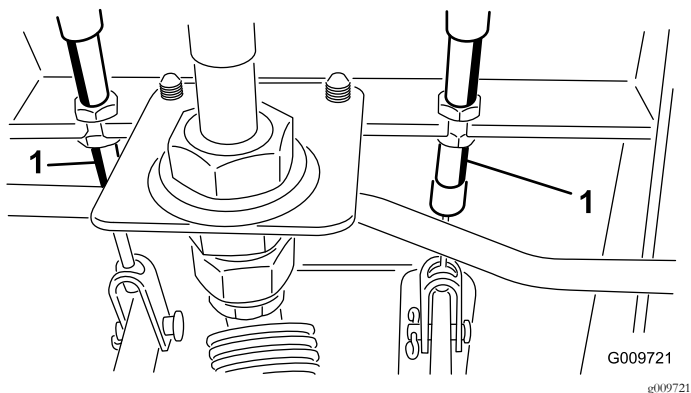

Figure 64
- A. Desserrez l'écrou avant sur l'extrémité fileté du câble de frein (Figure 64).